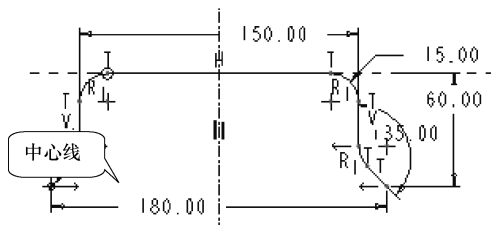
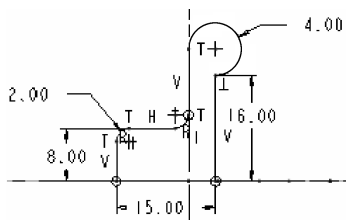

图 6-15 扫描轨迹
图 6-16 扫描截面
【例 6-1】创建如图 6-13 所示的扫描特征,具体尺寸见图 6-15 和图 6-16。
(6) 草绘轨迹如图 6-15 所示,注意约束及尺寸的标注样式。
(7) 单击【草绘器工具】工具栏中的【完成】按钮 ,完成扫描轨迹定义,系统自动进入
(8) 草绘尺寸和约束如图 6-16 所示的扫描截面，单击【草绘器工具】工具栏中的【完成】按钮，完成扫描截面的定义。